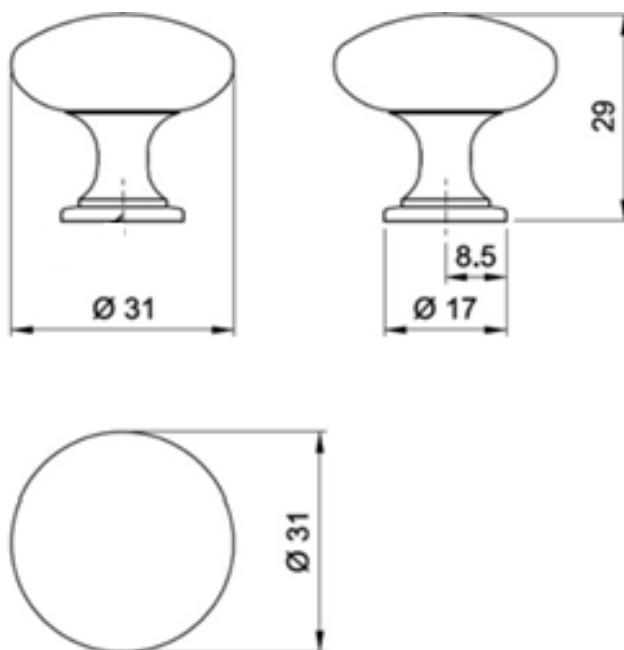

Рис.1 Ручка мебельная
5. Чистовую (финишную) обработку изделия выполнить шлифовальной шкуркой средней зернистости на тканевой основе (рисунок 1).